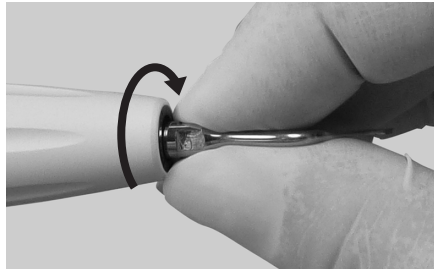

Fig. 15
- 1) Tout d'abord, vissez légèrement l'insert avec vos mains (Fig. 15).